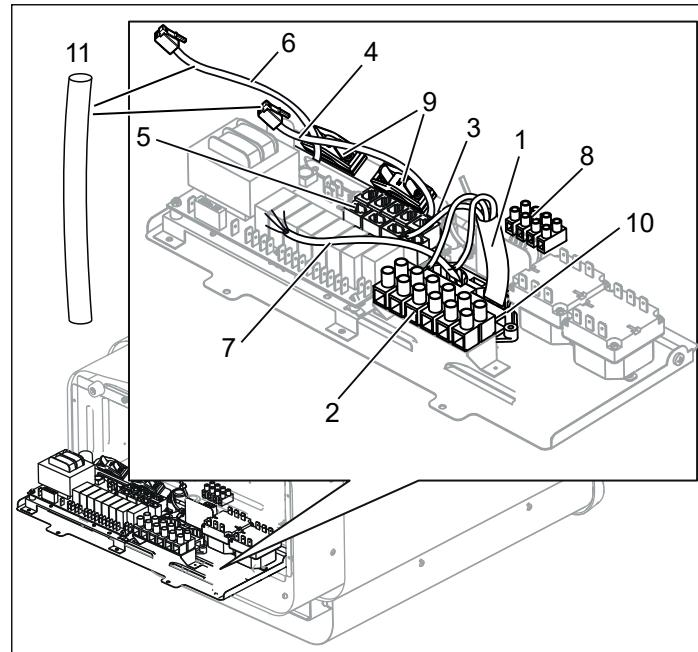
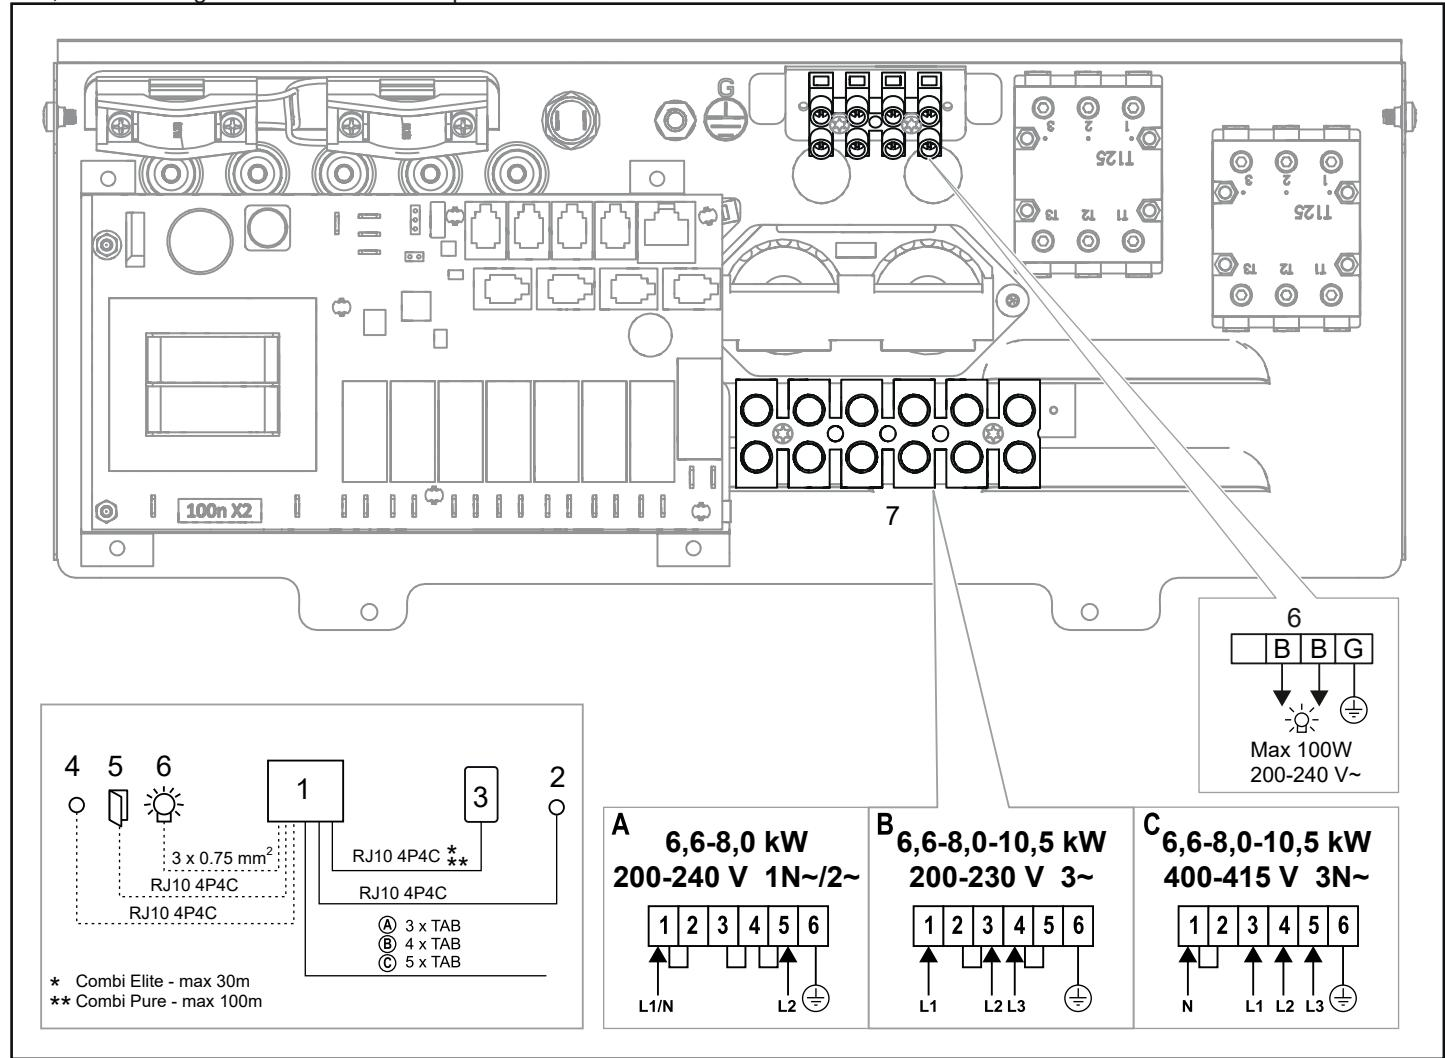
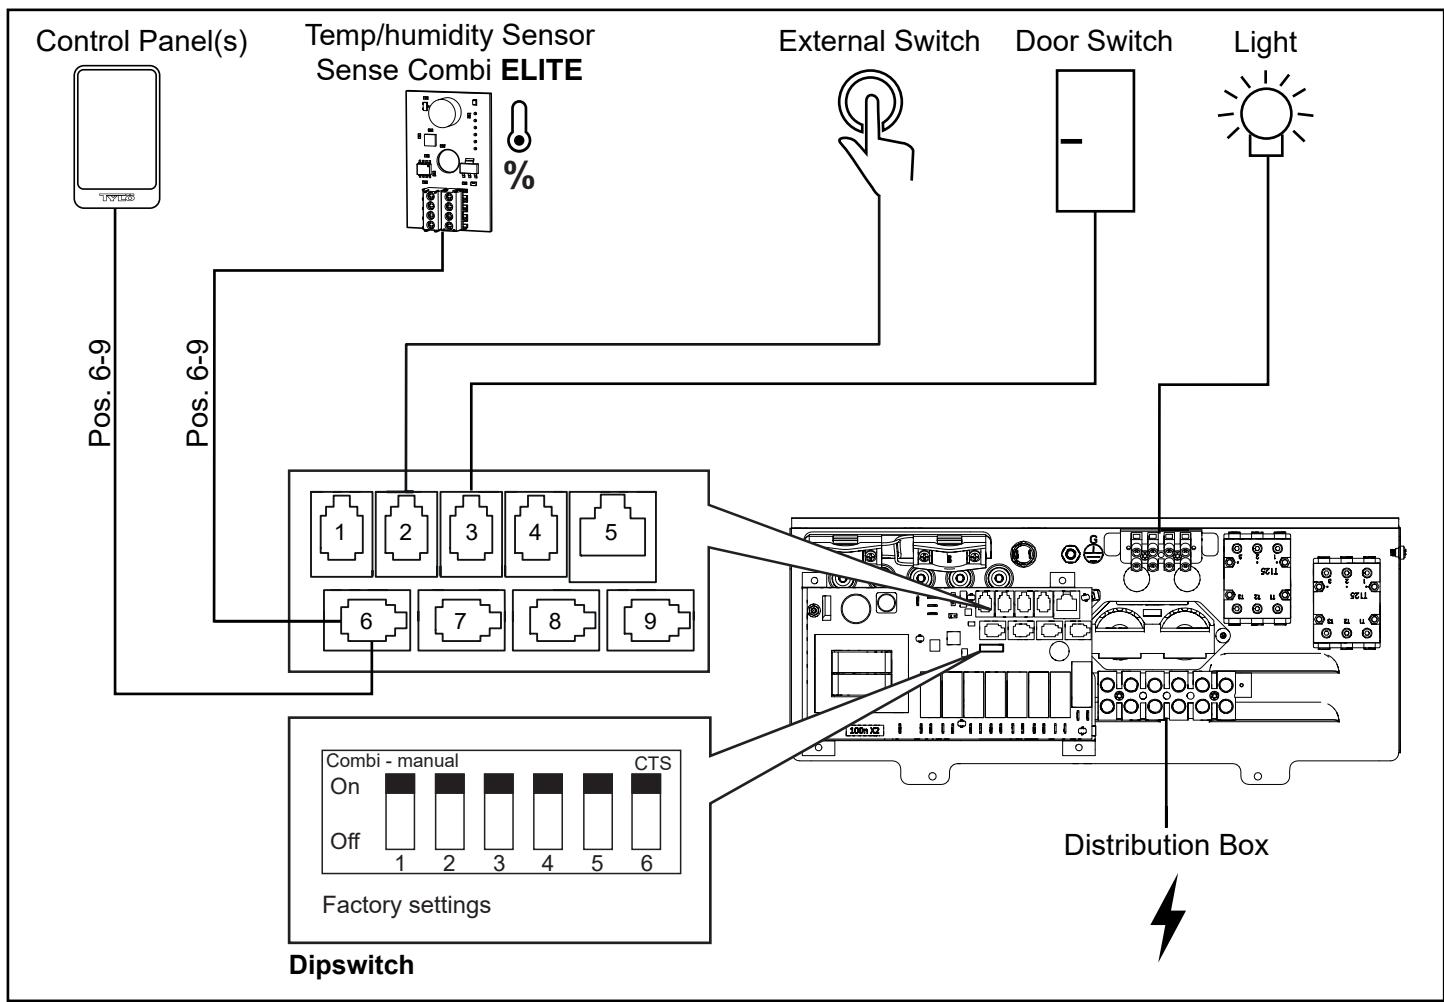

Fig 10: Kretskortet
Fig 17: Kopplingsschema
Fig. 19. Schematisk installation Sense Combi Elite
4. Anslut elkabeln (se Fig 10) enligt kopplingsschema (se Fig 17).
5. Dra kablar för manöverpanel och temperatursensor genom kabelgenomföringarna (se Fig 10). Anslut manöverpanelens kabel i en av de fyra RS485-kontakerna (position 6-9) (se Fig 19, 20).
Combi Elite: Anslut fukt- och tempsensors kabel i en av de fyra RS485-kontakerna (position 6-9) (se Fig 19).
7. Anslut eventuell kabel till belysning (se Fig 10), enligt kopplingsschema (se Fig 17).
Vid inkoppling till spänningar eller fas-tal, som inte anges i kopplingsschema Fig 17, kontakta Tylö kundservice.